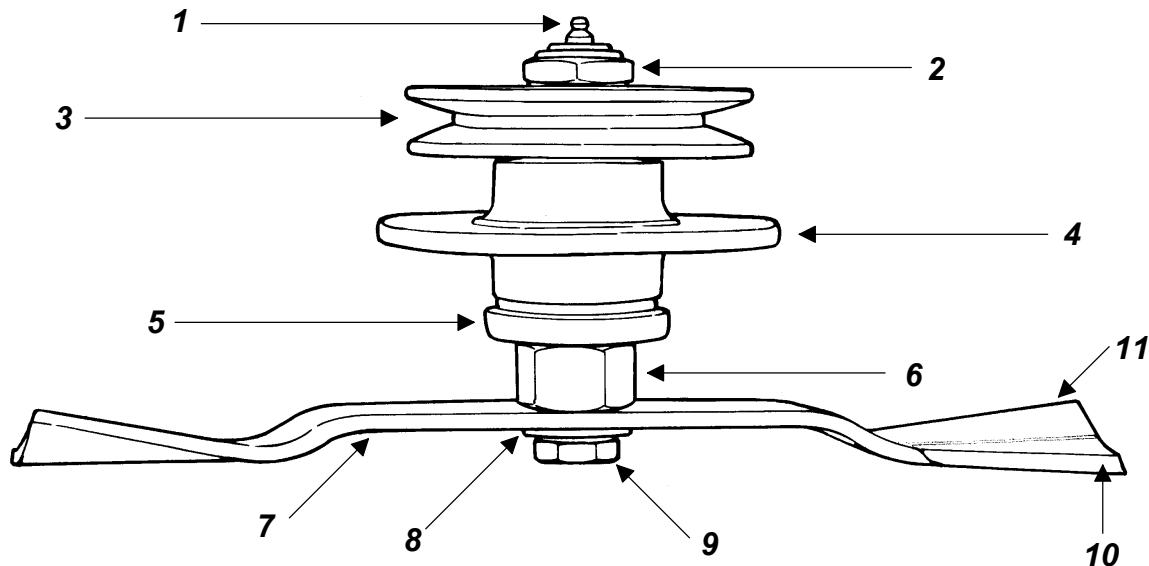

Fig. 17
1. les lames doivent être positionnées avec le tranchant du côté du sens de rotation, tandis que l'ailette opposée du tranchant est tournée vers le châssis (**voir fig. 17**). Les lames tournent en sens inverse des aiguilles d'une montre pour un opérateur positionné face à la partie inférieure du châssis.
2. Placer la rondelle élastique (**voir fig. 17**) dans le boulon approprié et après avoir monté la lame comme décrit au point précédent, visser le boulon sur l'arbre.